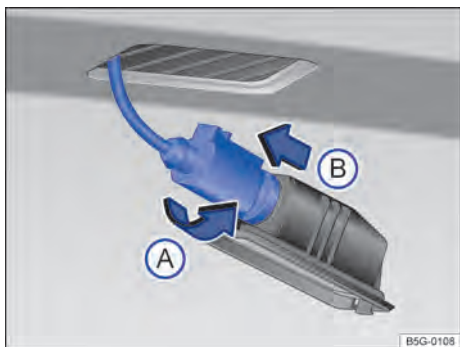

Fig. 165 Lanterna da placa de licença: desinstalar o suporte da lâmpada.
- 3 Girar o soquete da lâmpada no **sentido anti-horário** → Fig. 165 (A) e retirar o suporte junto com a lâmpada (B).
- 7 Posicionar o suporte da lâmpada na lanterna da placa de licença e pressionar no sentido contrário ao da seta (A) até o batente.